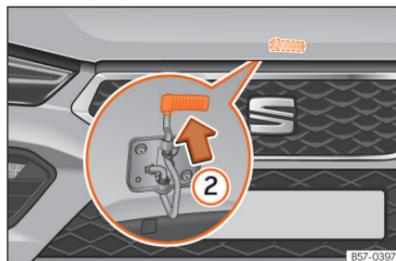

Fig. 205 Alavanca sob o capô.
- Para levantar o capô faça pressão para cima sobre a alavanca situada debaixo do capô >>> Fig. 205 ②. O gancho de fixação fica desbloqueado.